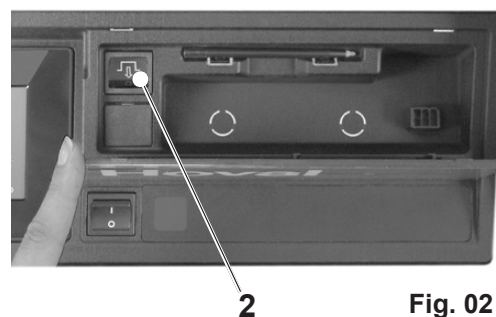

Fig. 02
3. Premere il tasto di reset (2, Fig. 02) finché la spia di segnalazione dei guasti si spegne. Il messaggio di errore è stato rimosso e il funzionamento in modo di riscaldamento è nuovamente attivo.